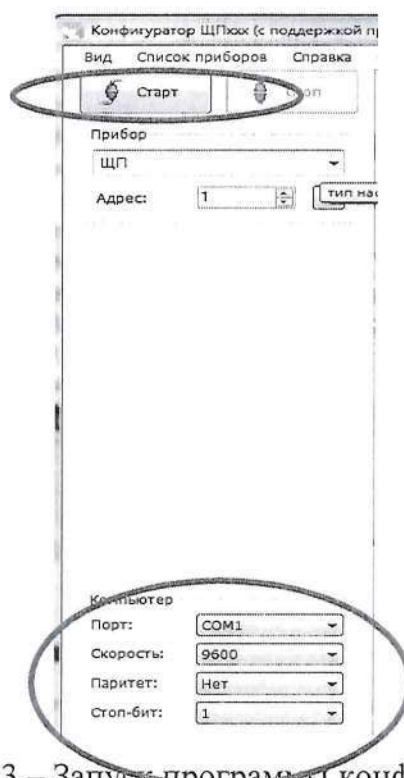

Рисунок 3 – Запуск программы конфигуратора
3.8.2 Для запуска программы конфигуратора (после успешной авторизации пользователя) необходимо выбрать тип прибора (ЩПхх), адрес прибора (при первом запуске адрес по умолчанию - 1) и задать следующие параметры соединения (рисунок 3): порт связи; скорость обмена данными; паритет; количество стоп-бит; адрес прибора и нажать кнопку «Старт».